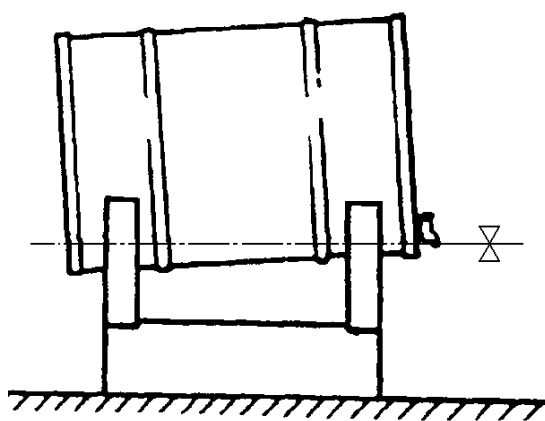

Рис. F-95 Бочка в качестве резервуара для складирования топлива.
- при этом топливо нужно брать из резервуара для складирования и оставлять на 48 ч. для отстоя, на 24 ч. – когда резервуар выглядит как на рис. F-95 в количестве ~5дм³. Из указанного количества, после отстоя отливаем ~ 2дм³ в отдельную емкость.